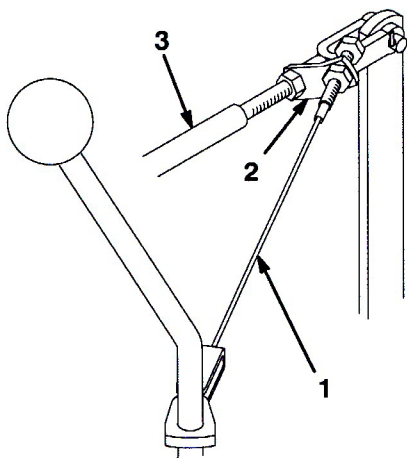

図 51
1. ケーブル・アセンブリを芝刈り・昇降コントロール・ロッド・ブラケットに固定している前ジャム・ナットをゆるめる。（図51）。
3. 芝刈り・昇降コントロール・ロッドを後ろの位置に固定したまま、ケーブルのたるみが完全になるまで後ロックナットを締める（図51）。締め過ぎないように注意すること。